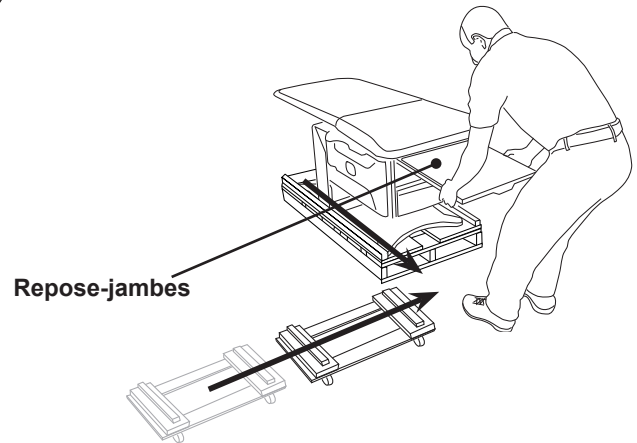

Figure 16. Glisser la table hors de la palette
- Utiliser le repose-jambes pour glisser la table partiellement hors de la palette. Arrêter lorsqu'elle dépasse suffisamment pour placer un chariot de déménagement sous le socle de la table. Finir de tirer la table sur le chariot (Figure 16).